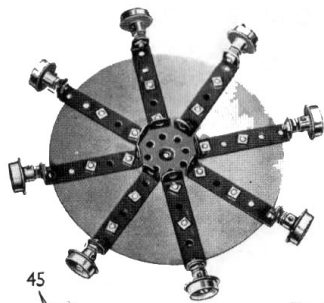

Fig. 4
de 11 trous. Deux bandes de 11 trous (43) sont tenues par des équerres, et deux cornières de 5 trous sont boulonnées sur les bandes. Ces cornières soutiennent une tringle de 5 cm, qui porte deux poulies folles de 25 mm, (44) encadrant une poulie folle de 12 mm. Les essieux du chariot sont des tringles de 16,5 cm. Chaque côté de la moufle est formé par deux plaques flexibles triangulaires de 6 x 4 cm, boulonnées ensemble. Une bande coudée de 60 x 12 mm, est fixée au sommet de l'un des côtés, et deux équerres sont fixées sur l'autre côté. Les équerres et les rebords de la bande coudée servent à relier les côtés. Un accouplement pour bandes (fig. 4) est tenu par un boulon de 12 mm, qui tient également un grand crochets lesté placé dans la fente de l'accouplement pour bandes. Deux poulies folles de 25 mm, (45) encadrées chacune par un disque à six trous d'un côté et par un disque à huit trous de l'autre tournent sur un boulon de 19 mm, tenu par un écrou.